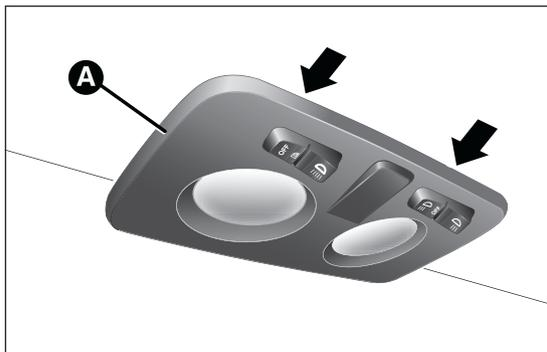
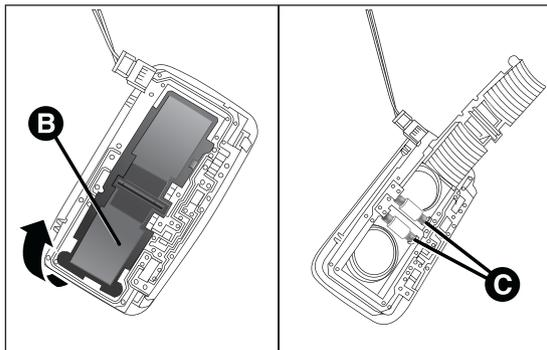

fig. 143
fig. 144
- rimuovere la plafoniera A fig. 143 agendo nei punti indicati dalle frecce;
- aprire lo sportellino B fig. 144, sostituire le lampade C svincolandole dai contatti laterali. Accertarsi poi che le nuove lampade risultino correttamente bloccate tra i contatti stessi;
- richiudere lo sportellino B fig. 144 e fissare la plafoniera A fig. 143 nella sua sede accertandosi dell'avvenuto bloccaggio.